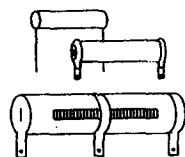

图 1-1-5
(7) 线绕电阻。这种电阻多用镍铬丝或锰铜丝或康铜丝等绕在陶瓷体（管或片）上制成，在外面覆以绝缘漆或玻璃釉等。这种电阻功率大（1W 以上），阻值稳定、耐高温。其外形如图 1-1-5 所示。